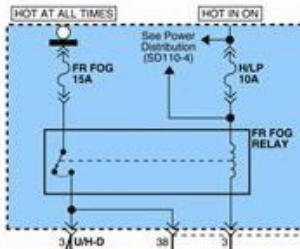

Рис. 5. Подключение реле с отдельными цепями силовых контактов и обмотки.
- в схемах автомобиля, где цепи управления обмоткой и силовых контактов разделены (см. Рис.5), можно использовать режим «**внутреннего управления режимом ДХО – режим 7**»: для фар БС-ПТФ - без дополнительных подключений и проводов, для фар ДС – с подключением к доп. разъему реле DRL-30-M-F (для выключения (блокирования) «режима ДХО» при включении фар БС/габаритов).